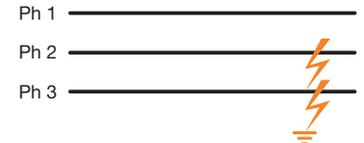

Fig. 22. Cortocircuito bifásico a tierra.
- **Cortocircuito bifásico a tierra:** fallo entre dos fases y la tierra (fig. 22).